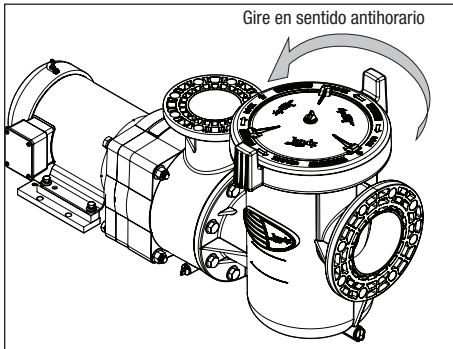

Figura 8. Desconectar el anillo de bloqueo
5. Siga las marcas en el anillo de bloqueo. Con las dos manijas, gire lentamente el anillo de bloqueo en sentido antihorario hasta que la tapa y el anillo de bloqueo se separen del alojamiento de la bomba. Consulte la *Figura 8*.